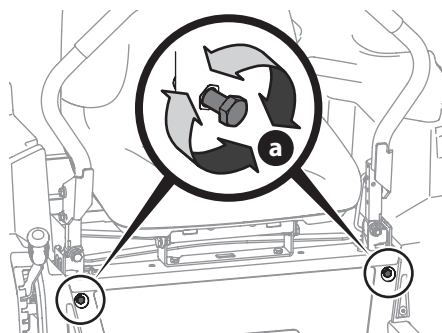

Figura 45
- Ubique los pernos de ajuste de detención de las palancas de control de la transmisión (a) que están en el frente del marco del asiento (Figura 45).
- Para reducir la velocidad de avance, gire los pernos de ajuste de detención de las palancas de control de la transmisión (a) en el sentido de las agujas del reloj. Para incrementar la velocidad de avance, gire los pernos de ajuste de detención de las palancas de control de la transmisión (a) en el sentido contrario a las agujas del reloj. Gire los pernos de ajuste de detención de las palancas de control de la transmisión (a) en la dirección necesaria 1/4 de giro por vez. Después de girar los pernos de ajuste de detención de las palancas de control de la transmisión (a), compruebe el ajuste manejando el tractor (Figura 45).